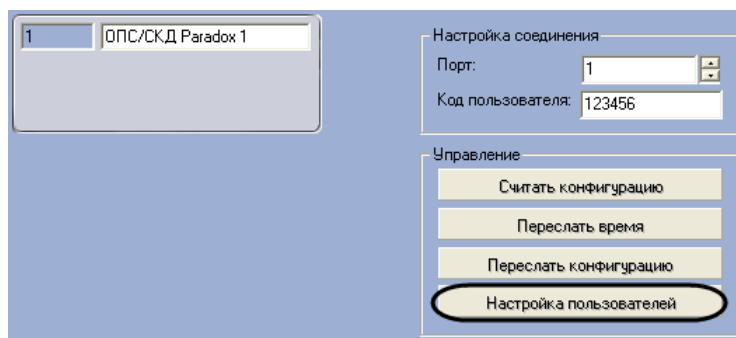

Рис. 3.2—6. Доступ к настройкам пользователей системы Digiplex EVO
1. Перейти на панель настройки объекта **ОПС/СКД Paradox** (Рис. 3.2—6).
2. Нажать кнопку **Настройка пользователей** (см. Рис. 3.2—6).